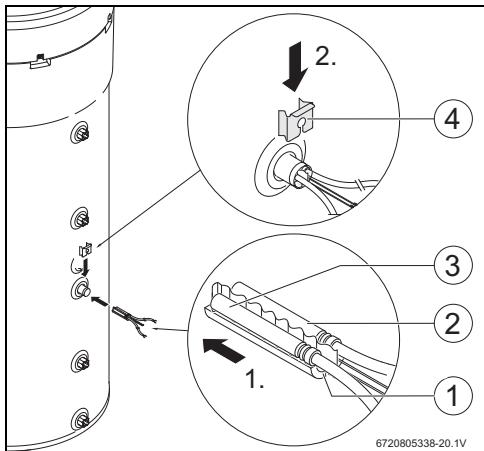

Fig. 7
- ▶ Monter le kit de montage [1], la sonde de température NTC de l'accessoire [2] et la sonde de température NTC du régulateur [3] et les positionner comme indiqué dans la fig. 7.